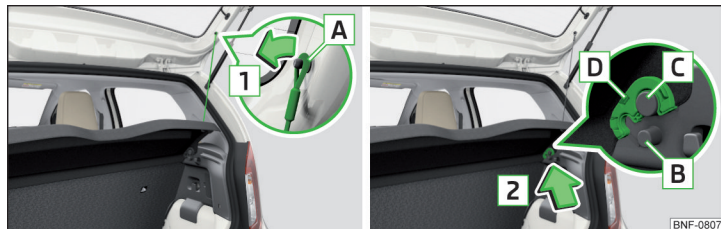

Fig. 83 Udtagning af bagagerumsafdækning
Hvis båndene **A** » Fig. 83 er hængt på bagklappen, løftes bagagerumsafdækningen (efterfølgende kun kaldt afdækning) i forbindelse med åbning af bagklappen.
› Klap afdækningen op, og fastgør den i stifterne **B** i begge sider af bagklappen » Fig. 83.
› Klap den løftede afdækning ned. Afdækningen løsnes fra stifterne **B** » Fig. 83.
- › Hægt båndene **A** af i pilens retning **1** i begge sider af bagklappen » Fig. 83.
- › Placer holderne **D** på afdækningen over stifterne **C** » Fig. 83.